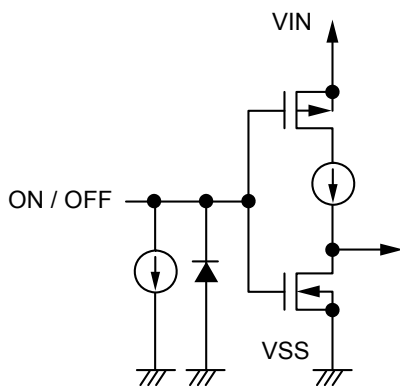

图19 S-13R1系列A / C型
ON / OFF端子的结构如图19、图20所示。
*1. 将ON / OFF端子连接到VIN端子上进行工作时，S-13R1系列A / C型产品的消耗电流中，流入0.1 μA (典型值) 恒定电流的电流量会增多，务请注意 (请参阅图19)。